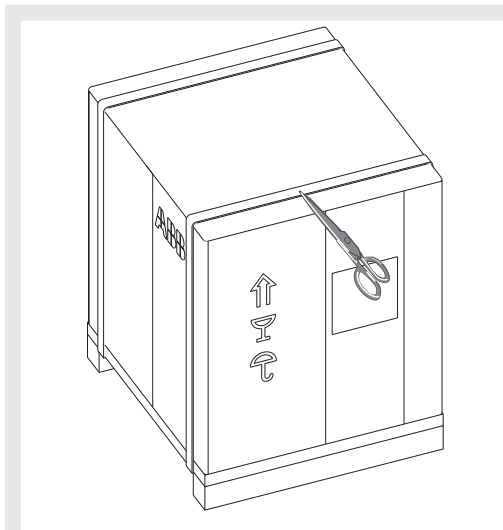
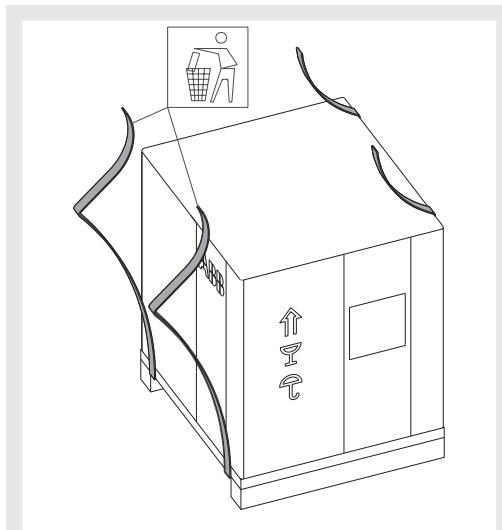

Abbildung 6
Abbildung 7
1. Die Umreifungen des Kartons der Verpackung durchschneiden. Siehe Abbildung 6 und Abbildung 7.